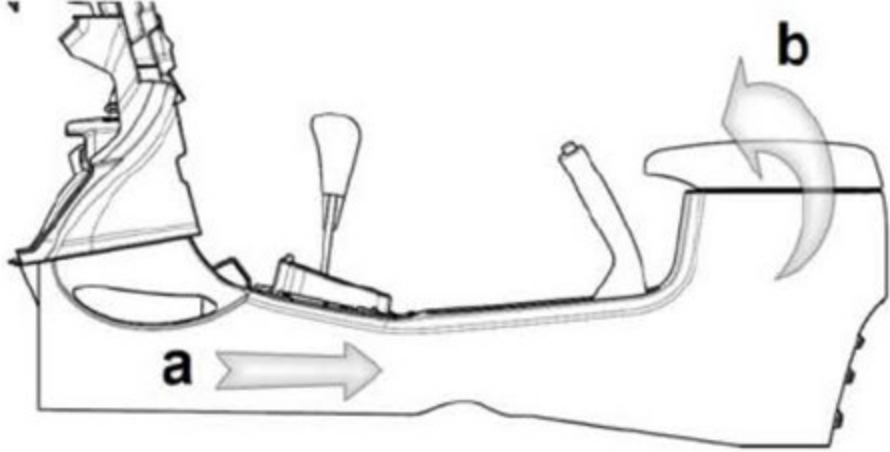

图6-2-11副仪表板本体的拆卸(2)
(2) ①用手拖住副仪表板本体将本体后部慢慢向上抬起,与地板成一定适当角度;②同时将整个本体向上抬高,使换挡机构和手刹慢慢穿过副仪表板本体上面的过孔,最后将本体取下。如图6-2-11所示;